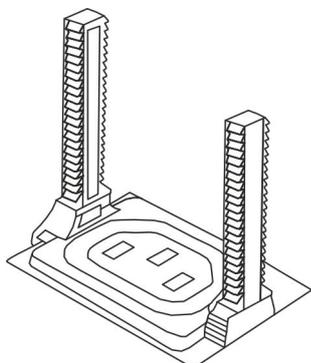

Fig. 16 : Montage des tiges
1. ➤ Introduire les tiges à gauche et à droite dans le logement (Fig. 16 /A).